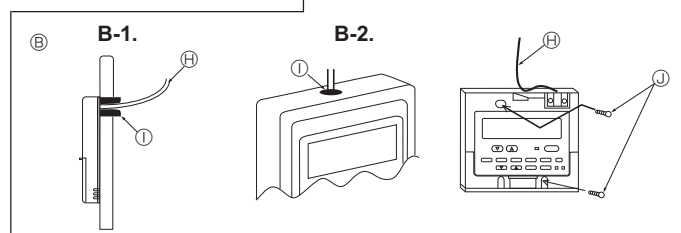

Fig. 6-3
(2) Täta serviceöppningen på fjärrkontrollsladden med fyllningsmassa för att förhindra att dag, vatten, kackerlackor eller maskar eventuellt tränger in. (Fig. 6-3)
#### [Fig.6-3]